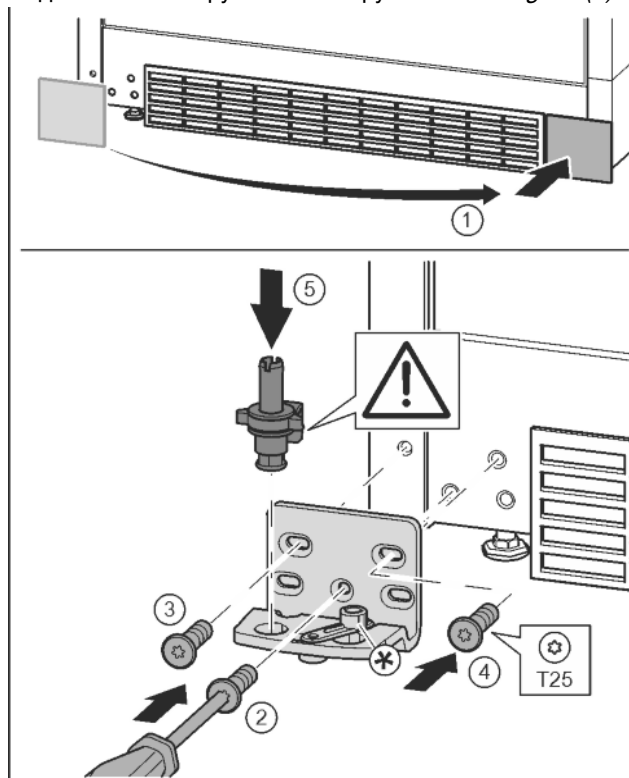

Fig. 13
- ▶ Зніміть кришку та встановіть її з іншого боку. Fig. 13 (1)
- ▶ Встановіть опорний кронштейн з іншого боку і закріпіть гвинтами за допомогою викрутки T25. Почніть із гвинта 2 знизу посередині. Fig. 13 (2)
- ▶ Закрутіть гвинти 3 та 4. Fig. 13 (3, 4)
- ▶ Вставте цілком опорний гвинт. При цьому виступ фіксатора повинен бути спрямований назад. Fig. 13 (5)